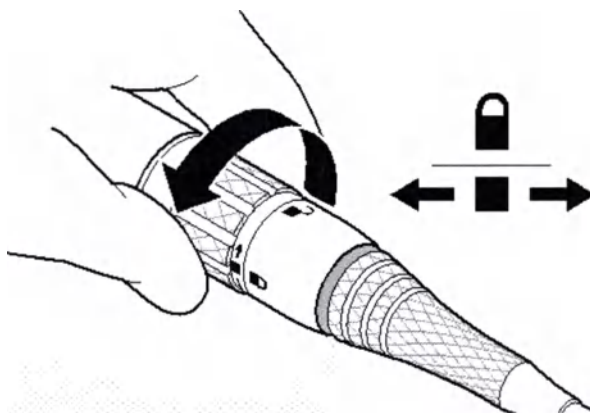

Рисунок 7 – Закрепите режущую принадлежность
7. Поверните стопорное кольцо в положение блокировки для закрепления режущей принадлежности в муфте (Рисунок 7).